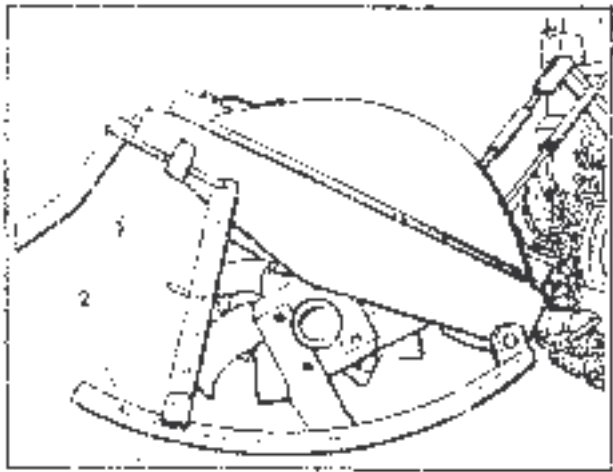

Figura 15. Regolazione profondità di lavoro della fresa
Collegare la fresa ai punti attesi della trattore mediante le linee (1), fig. 14), collegare il giunto cardanico (2) all'assiale a fianco rotore o scatto) sull'albero della presa di potenza, quindi, dopo aver innestato l'altra estremità dell'albero cardanico sull'assale della fresa, spostare indietro il libero valstano. Essa alla posizione di scatto. Collegare mediante i tiranti (3) gli attacchi della fresa al sollevatore (4). Fissare la posizione dell'innesto mediante gli appositi registri (5). Per regolare le prestazioni di lavoro della fresa procedere nel modo seguente: vede alla figura 15) - muovere la leva di arresto (1) e regolare, secondo le esigenze, la posizione della vite (2) della fresa, quindi posizionare la leva nel loro prerostito. Fugga la regolazione su entrambi i lati della fresa.